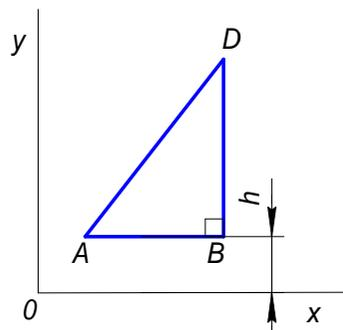

Рис.1.34
1.42. При каком расстоянии  $h$  от однородной пластины  $ABD$  до оси  $Ox$  координата  $y_C$  центра тяжести пластины равна  $0,3$  м, если  $BD = 0,3$  м (рис.1.34)